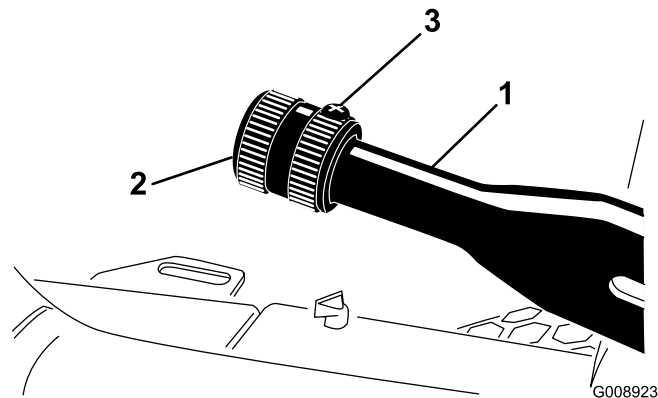

Bild 68
1. Lockern Sie die Stellschraube, mit der das Handrad am Feststellbremshebel befestigt ist (Bild 68).